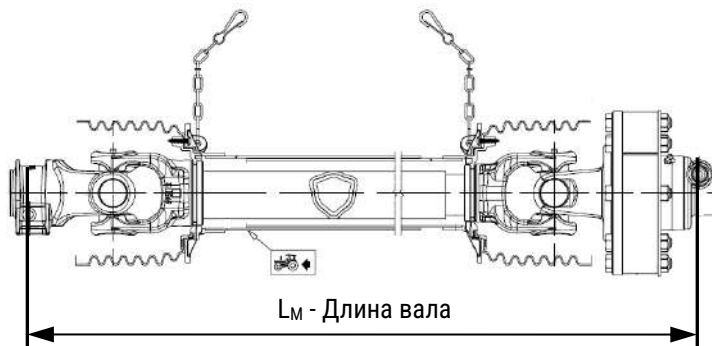
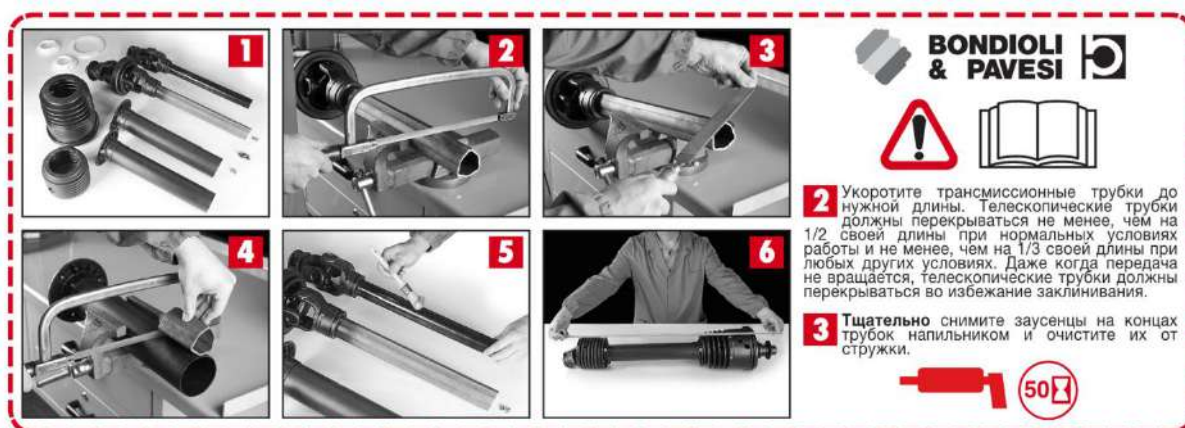

Рис. 14. Правильное измерение длины вала
Рис. 15. Руководство по сокращению шарнирного вала
- от измеренного расстояния (L_z) следует вычесть 80мм для сохранения зазора и на такую длину сократить вал (**Рис. 14**). Информация относительно правильного сокращения валов находится на наклейке N-149 (**Рис. 15**) установленной на машине и находящемся на вале руководстве производителя вала.
По мере необходимости сократить вал соответственно с руководством по эксплуатации (Рис. 15).